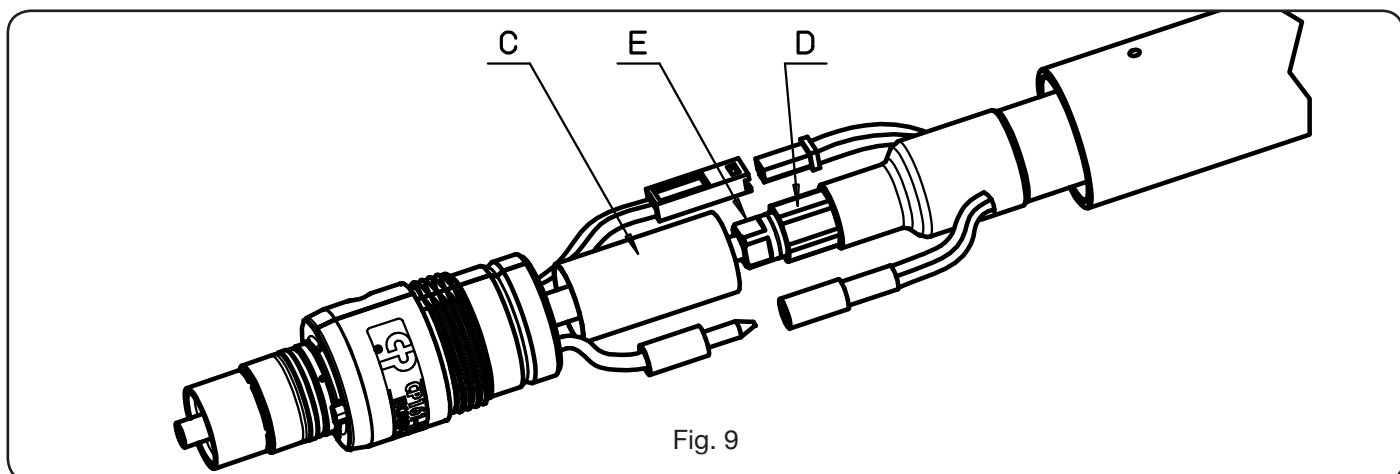

Fig. 9
- Visser les raccords **D** et **E** en suivant la direction de la flèche - Fig. 9.
- Visser les raccords **D** et **E** en suivant la direction de la flèche - Fig.9.